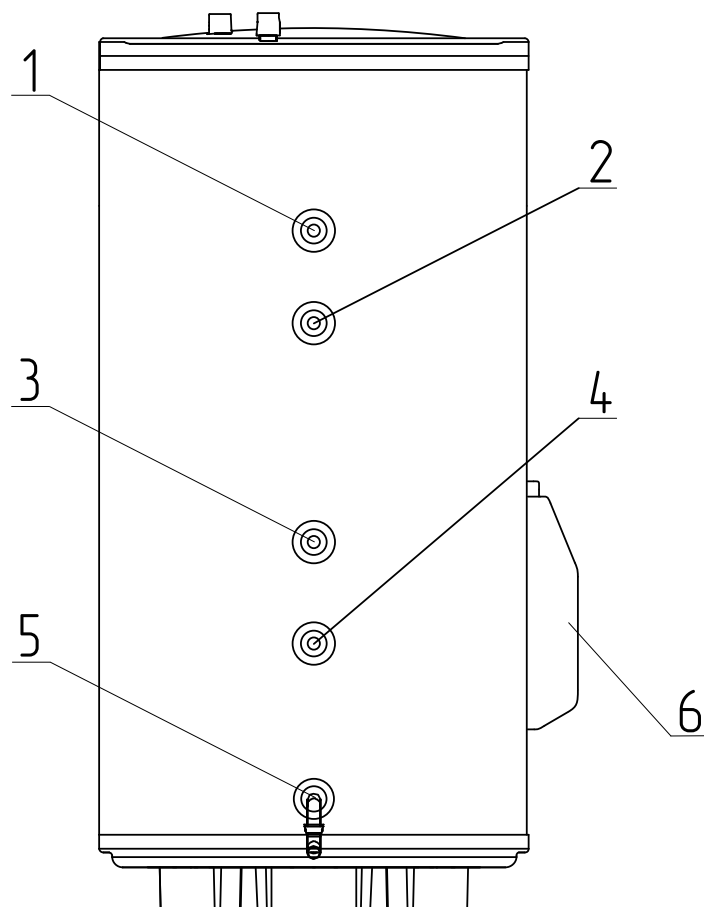
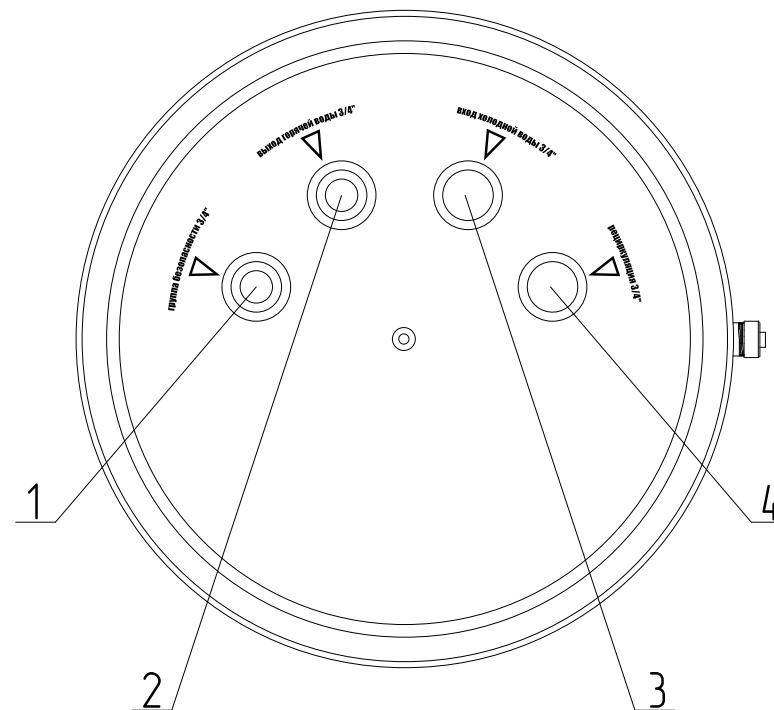
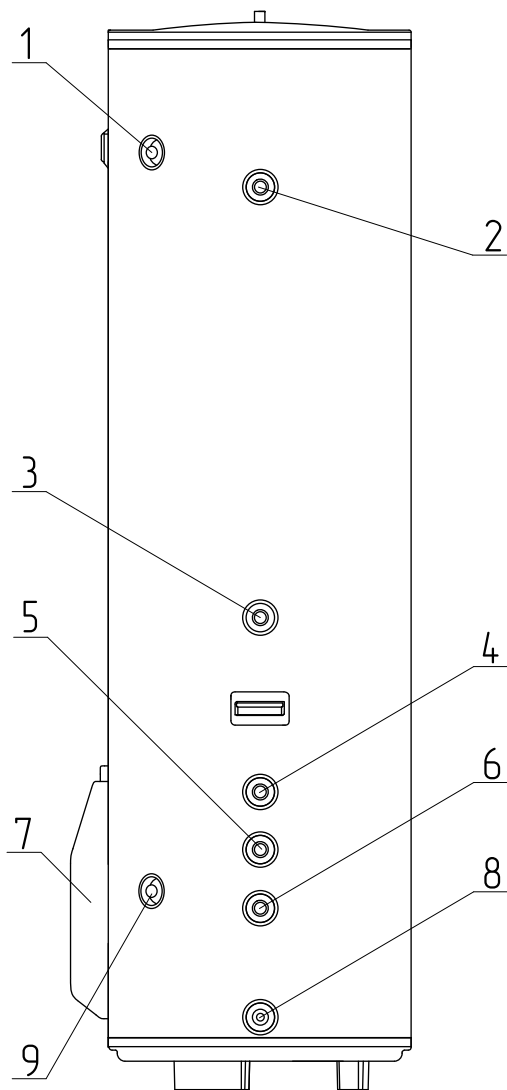

Рис.1 Устройство водонагревателя ZOTA TUNA 150-200
Рис.2 Устройство водонагревателя ZOTA TUNA 150-200 (вид сверху)
Рис.3 Устройство водонагревателя ZOTA TUNA 300
6. К выходному патрубку водонагревателя (**Рис.2, поз.2, Рис.3, поз.1**) подключите магистраль горячего водоснабжения, идущую к потребителям.
7. Установите группу безопасности на предназначенный для этого патрубок, находящийся в верхней части водонагревателя (**Рис.2, поз.1, Рис.4, поз.1**).
Для непосредственного слива воды из внутреннего бака на водонагревателе предусмотрен сливной патрубок (**Рис.1, поз.5, Рис.3, поз.8**).
4. На входной патрубке (Рис.2, поз.3, Рис.3, поз.9) накрутите предохранительный клапан так, чтобы течение воды совпадало с направлением стрелки на корпусе клапана. Во время работы водонагревателя вода может просачиваться из выпускной трубы предохранительного клапана для сброса излишнего давления, что происходит в целях безопасности водонагревателя. Эта выпускная труба должна оставаться открытой для атмосферы и должна быть установлена постоянно вниз и в незамерзающей окружающей среде.
- Группу безопасности, с настройкой предохранительного клапана 6 бар, необходимо устанавливать на верхней крышке водонагревателя в резьбовой патрубке, специально предназначенный для этого (**Рис.2, поз.1; Рис.4, поз.1**). На отверстие предохранительного клапана, предназначенное для сброса давления и слива воды, должна быть установлена сливная трубка, выведенная в дренаж, для удаления воды.